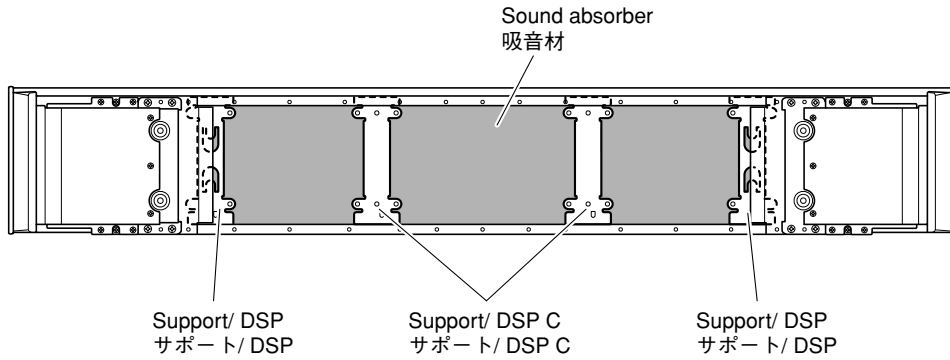

Fig. 9
- Remove 2 supports/DSP and 2 supports/DSP C. (Fig. 9)
- サポート/DSP 2個、サポート/DSP C 2個を取り外します。(Fig. 9)